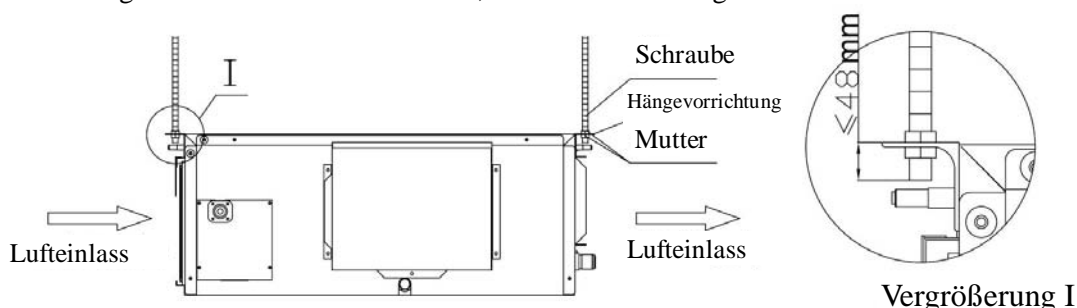

Abb. 40
3. Das Innengerät an der Decke installieren, wie im Bild 40 dargestellt.